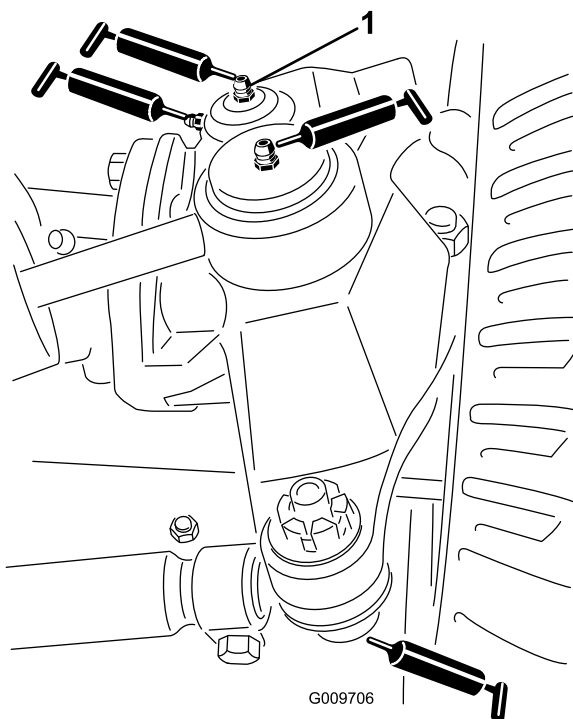

Figura 23
- Articulaciones esféricas del cilindro de dirección (2) (Figura 23)
- Articulaciones esféricas de las bielas (2) (Figura 23)
- Casquillos del pivote de dirección (2) (Figura 23). **El punto de engrase superior del pivote de dirección debe lubricarse solamente cada año (2 aplicaciones).**